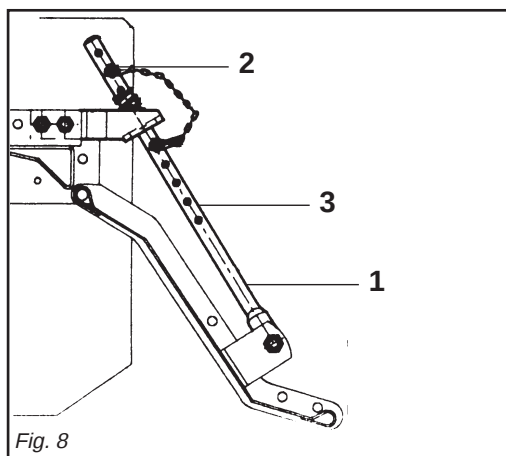

Fig. 8
- 6 - Il martinetto a molla (1 Fig. 8) oltre a sostenere la lamiera livellatrice ed ammortizzarla nel trasporto su strada, serve a evitare il ribaltamento della zappatrice durante il parcheggio.
- 6 - *Besides supporting the levelling plate and acting as a shock absorber for it during road transport, the spring ram (1 Fig. 8) prevents the steering hoe*
- 6 - Die Federwinde (1 Abb. 8) trägt nicht nur das Planierschild und dient beim Straßen-transport zur Dämpfung von Stößen, sondern sie soll auch verhindern, daß die
- 6 - *Le vérin à ressort (1 Fig. 8) sert de soutien à la tôle de nivellement et de suspension pendant le transport sur route, pour éviter le basculement du cultivateur lors du stationnement. L'effet de la tôle de nivellement sur le terrain peut être augmenté ou diminué*
- 6 - El gato de resorte (1 Fig. 8), además de sostener la chapa de nivelación y protegerla durante el transporte en carretera, sirve para evitar el vuelco
A seconda della posizione, determinata dalla copiglia (2 Fig. 8) sui vari fori posti nel tubo del martinetto (3 Fig. 8) si riesce ad aumentare o diminuire l'effetto della lamiera livellante sul terreno.
from overturning when parking. The effect of the levelling plate on the soil can be increased or decreased depending on the position, established by the split pin (2 Fig. 8) in the various holes in the ram tube (3 Fig. 8).
Hackfräse während des Parkens umkippt. Je nach der Position, die durch den Splint (2 Abb. 8) in den verschiedenen Löchern des Windenrohres (3 Abb. 8) festgelegt wird, kann die Wirkung des Planierschilds auf den Boden erhöht oder verringert werden.
en changeant la position de la goupille (2 Fig. 8) dans les différents trous du tube du vérin (3 Fig. 8).
de la binadora durante el estacionamiento. De acuerdo a la posición, determinada por el pasador (2 Fig. 8) en los diversos orificios del tubo del gato (3 Fig. 8) se logra aumentar o disminuir el efecto de la chapa de nivelación sobre el terreno.